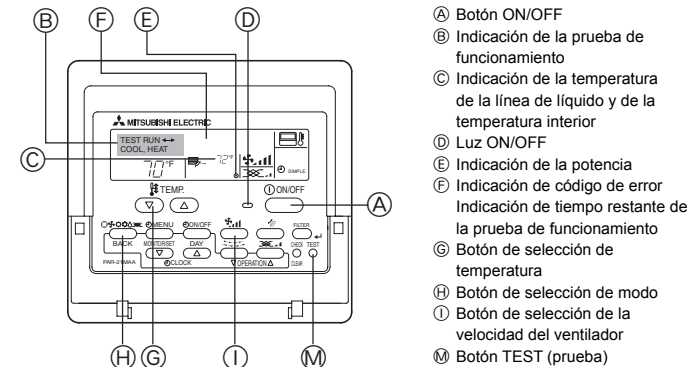

Fig. 7-1
7. Prueba de funcionamiento (Fig. 7-1)